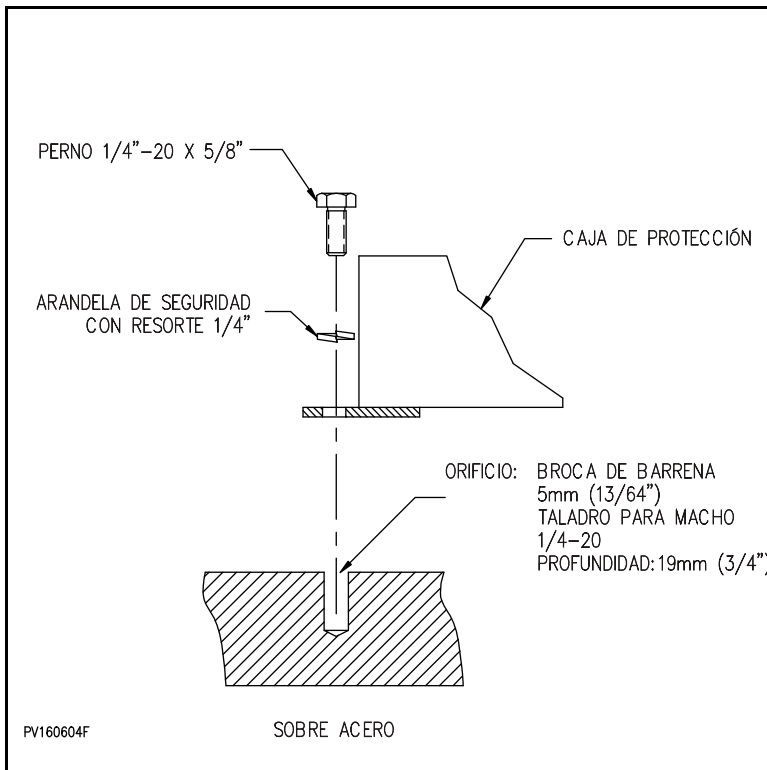

Figura 6
1. Taladre y enrosque dentro de la estructura de acuerdo a la figura 6.